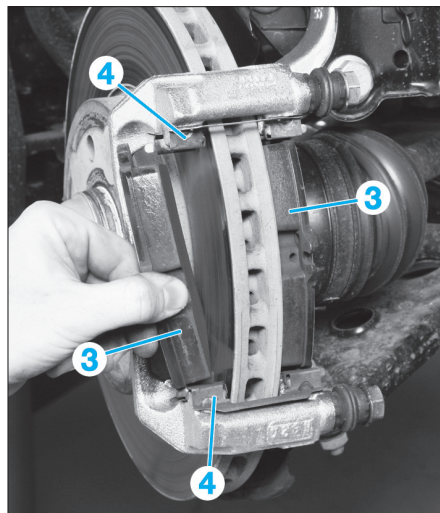

FIG. 9
- Déposer (Fig.9) :
- les plaquettes (3),
- les agrafes (4).